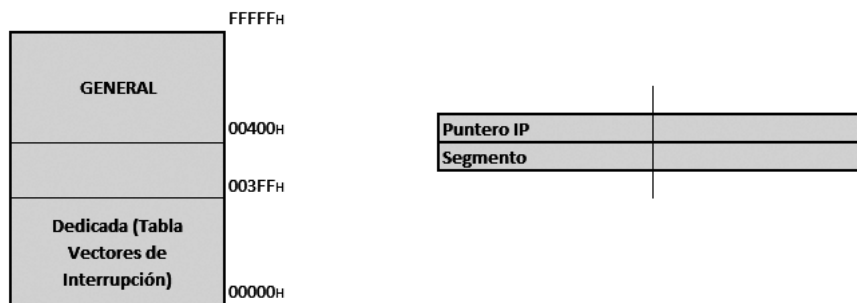

Figura 2.1: Dirección de Memoria en Modo Real
- 80386DX en Modo Real: 1MB de memoria externa (Figura 2.1).